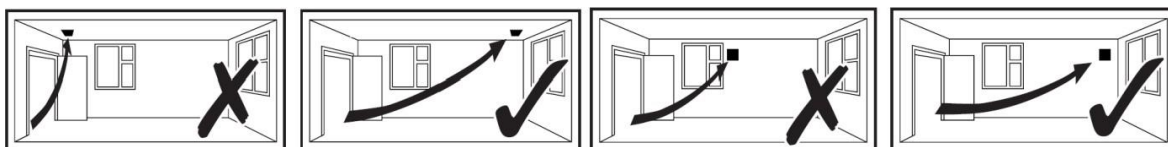

Fig.1: MUTE 100 BN
1. Wählen und befolgen Sie den entsprechenden Schaltplan. (Abb. 1 oder 2)
MUTE 100 BN - (fig. 1, 3 und 4)
1. Kies het juiste aansluitschema en volg dit op. (Fig. 1 of 2)
MUTE 100 BN - (fig. 1, 3 en 4)